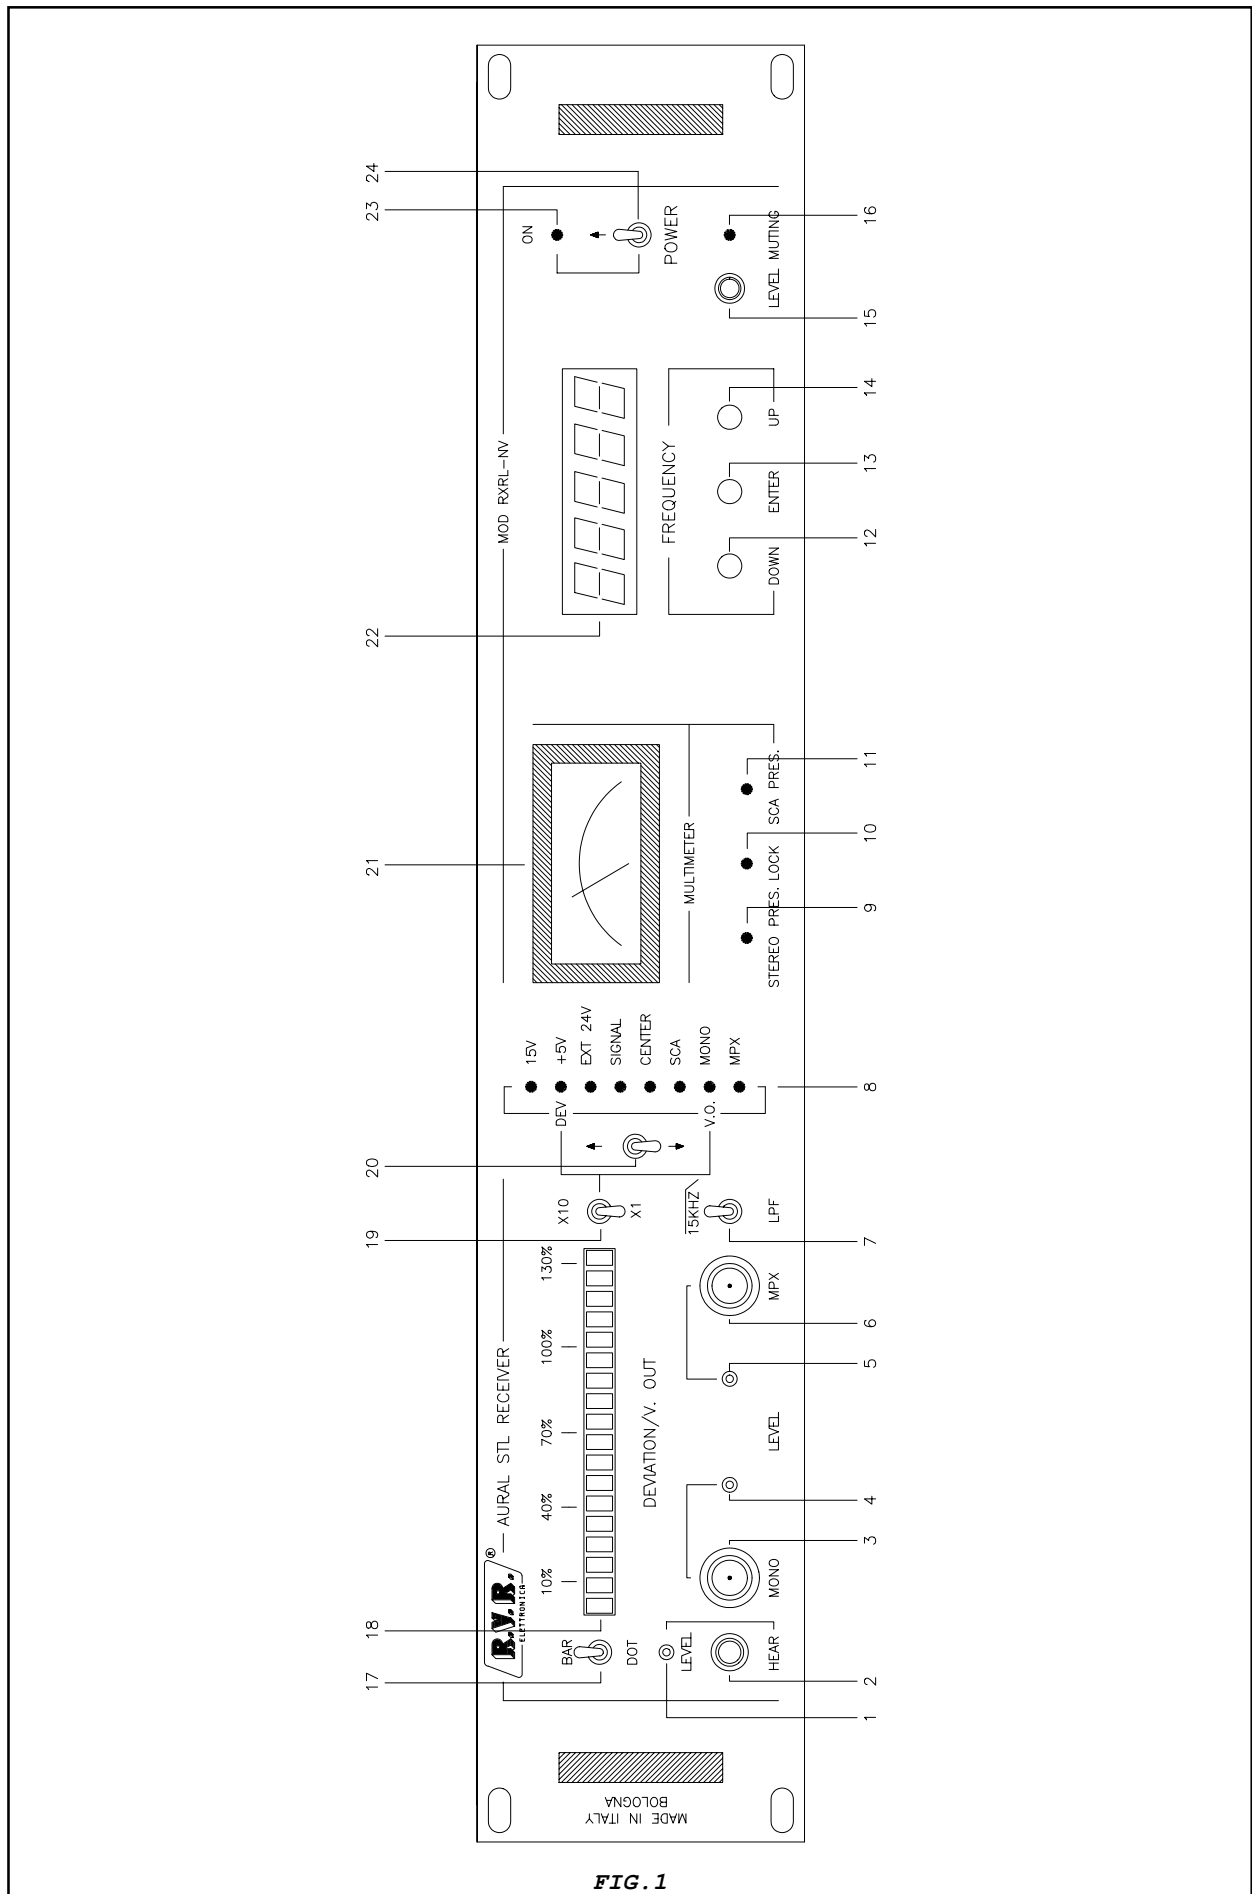

FIG. 1
Queste misure vengono selezionate tramite un comando a levetta (20 Fig.1) e indicate dalla dicitura a fianco del led verde acceso (8 Fig.1).
Questa scheda è fissata nella parte destra del pannello frontale. Essa serve per regolare la soglia d'intervento del muting del ricevitore (di default = -83dBm) e visualizza lo stato di muting con il relativo led (16 Fig.1).
DESCRIZIONE DEL PANNELLO FRONTALE (Fig.1)
- 3) Posizionare l'interruttore di accensione su OFF (24 Fig.1).
- 5) Porre l'interruttore di accensione su ON e controllare l'accensione della spia verde POWER ON (23 Fig.1) e della spia verde relativa
alla selezione dei parametri interni nella posizione SIGNAL. Dopo qualche secondo si accenderà il display centrale (22 Fig.1) che indicherà un numero (es.760.00): tale valore corrisponde all'ultima frequenza impostata.
Per cambiare tale valore agire sui pulsanti UP (14 Fig.1) o DOWN (12 Fig.1) per portare l'apparato sulla nuova frequenza.
Raggiunto il nuovo valore, premere il pulsante ENTER (13 Fig.1) per confermare tale valore.
- 6) Collegare un analizzatore audio alle uscite MONO (3 Fig.6) o MPX (6 Fig.1).
Verificare che lo strumento di misura analogico (21 Fig.1) esegua la lettura di 1 mV.
- 7) Selezionare tramite il selettore (20 Fig.1) la misura CENTER e verificare la centratura del segnale ricevuto.
Porre il deviatore di selezione del fondo della scala dell'indicatore di modulazione (19 Fig.1) su X1.
Collegare l'analizzatore audio all'uscita MONO (3 Fig.1).
Verificare l'accensione della barra di led (18 Fig.1) fino al primo led rosso equivalente al 100% di deviazione (equivalente a 75KHz); con il deviatore sulla posizione DOT si avrà l'accensione del solo primo led rosso mentre sulla posizione BAR quella di tutti i led verdi e del primo led rosso.
- 9) Iniettare un segnale di livello -83dBm e ruotare il trimmer R2 di regolazione del MUTING (15 Fig.1) fino a che si accende il led rosso del Muting (16 Fig.1), l'audio viene disinserito automaticamente e la barra di led della Modmeter si spegne.
- 10) Il regolare funzionamento del led STEREO PRES. (9 Fig.1) può essere verificato solo con la presenza di uno Stereo Decoder opzionale. Mentre per quel che riguarda il led SCA PRES. (11 Fig.1) lo si può verificare solamente all'atto della ricezione di un segnale SCA e con un SCA decoder opzionale.